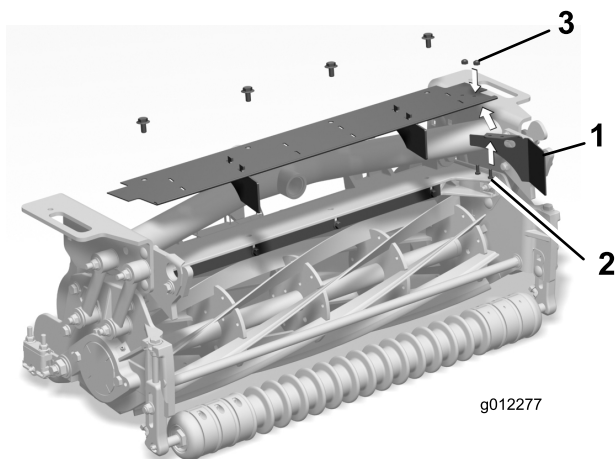

Figura 10
2. Monte la pala nueva en el extremo izquierdo del deflector con 2 tornillos (10-24 x 1/2") y tuercas (10-24), según se muestra en Figura 10.